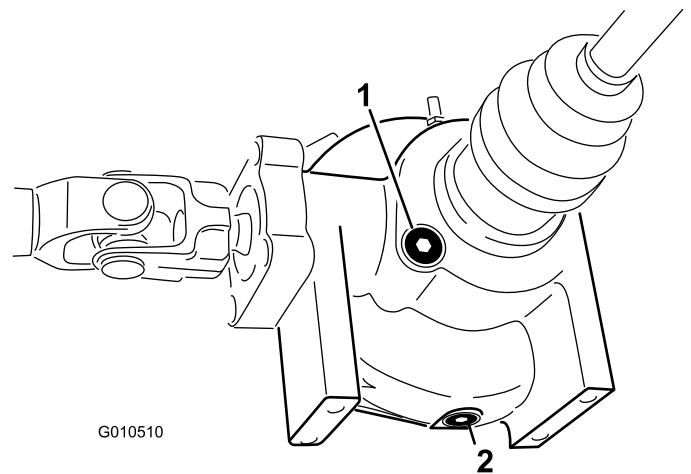

Figura 54
2. Pulite la zona attorno al tappo di spurgo sul lato del differenziale (Figura 54). Collocate una bacinella di spurgo sotto il tappo di svuotamento.